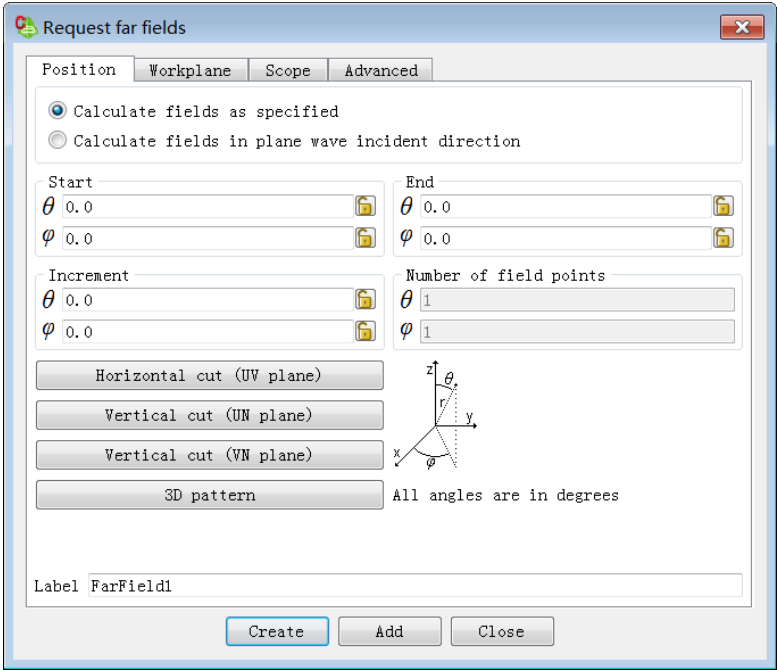

图 9-4 FEKO 中定义求解远场 “far fields”
6) 设定计算的参数“far fields”, 如图 9-4 所示。